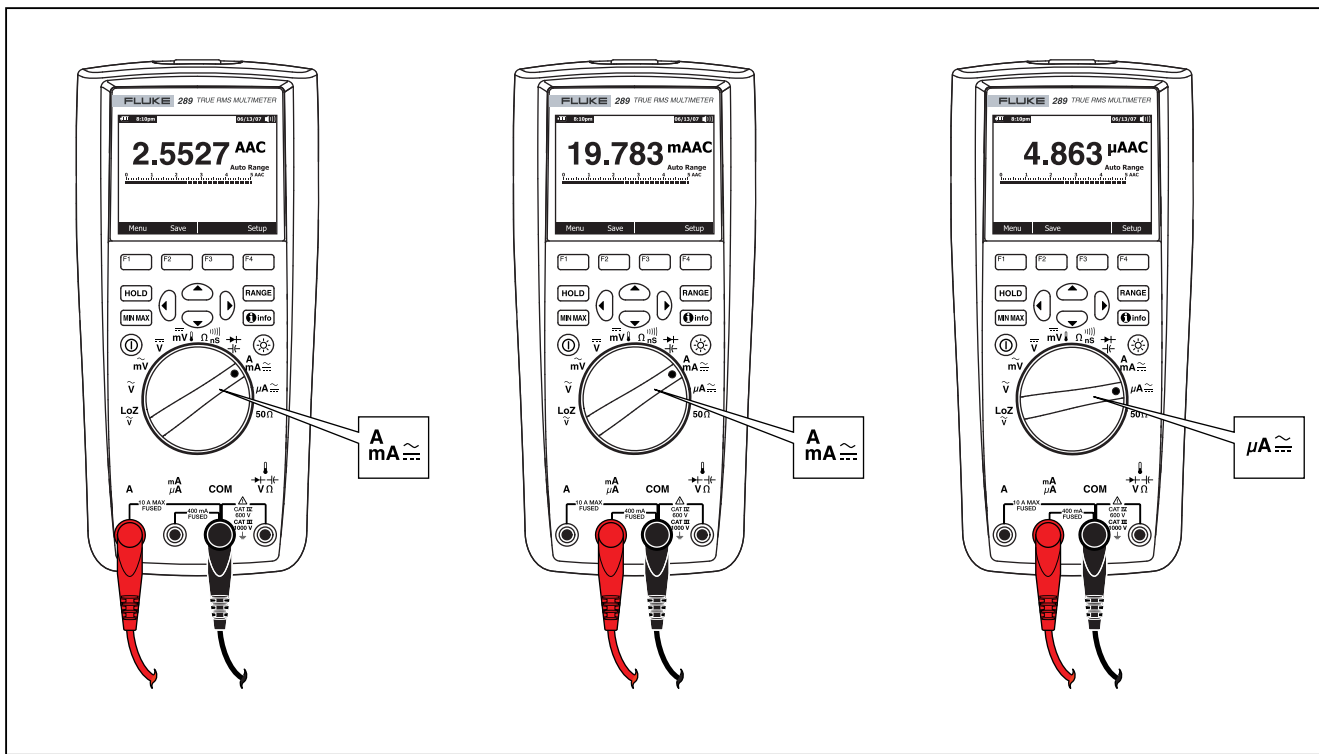

图 21. 电流测量设置
1. 如果使用的是 A 端子，将旋转开关设到 $\overline{\text{mA}}$ 。如果使用 mA/μA 端子，对 5000 μA (5 mA) 以下的电流，将旋转开关设到 $\overline{\mu\text{A}}$ ；对高于 5000 μA 的电流，设到 $\overline{\text{mA}}$ 。参阅图 21 中的测试导线连接和功能档选择。请参阅“Input Alert Feature”部分，了解测量电流时，仪表对测试导线使用错误所用的警报方式。